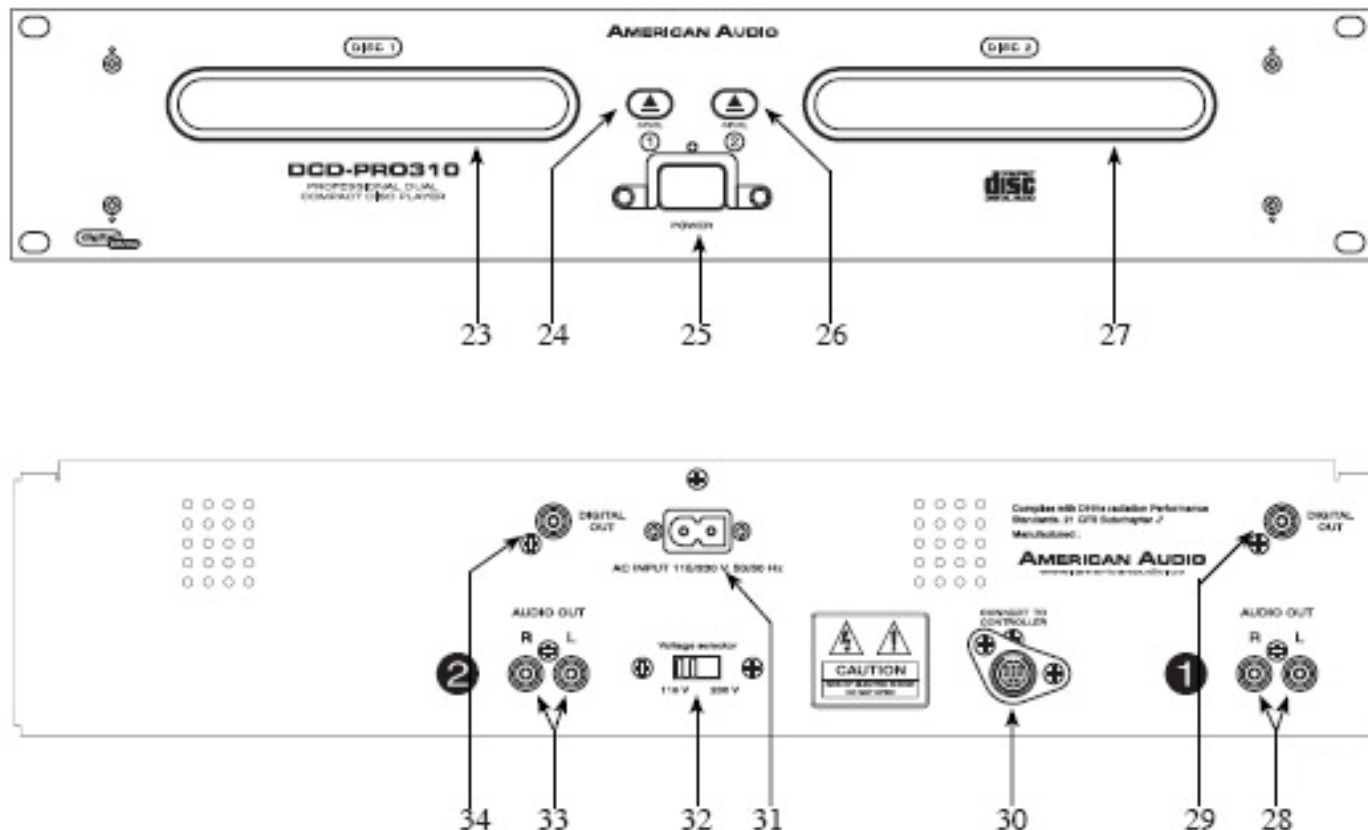

Abbildung 4
C. Laufwerke (Abbildung 4)
- 23. Laufwerk 1:** Ist das Laufwerk von Kanal 1. Es lässt sich durch Druck auf die Eject Taste (26) öffnen und schließen. Schieben Sie das Laufwerk bitte nie mit der Hand zu! Dies kann Schäden zur Folge haben. Das Laufwerk klässt sich nur öffnen, wenn sich der CD Player im Pause Modus oder im CueModus befindet.
- 27. Laufwerk 2:** Ist das Laufwerk von Kanal 2. Es lässt sich durch Druck auf die Eject Taste (28) öffnen und schließen. Schieben Sie das Laufwerk bitte nie mit der Hand zu! Dies kann Schäden zur Folge haben. Das Laufwerk klässt sich nur öffnen wenn sich der CD Player im Pause Modus oder im CueModus befindet.